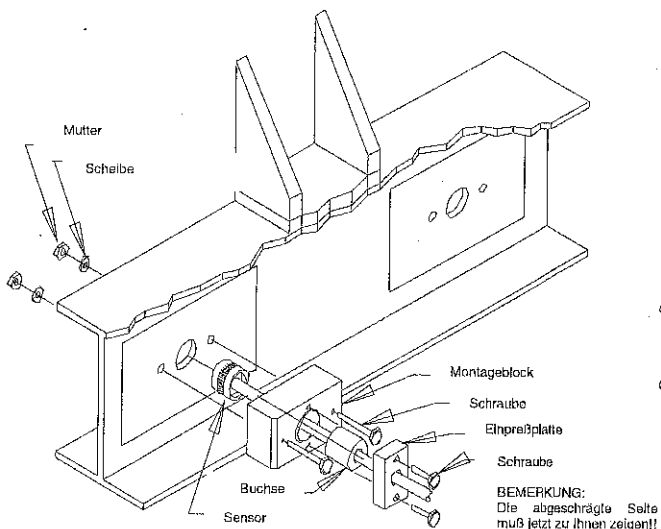

Bild 4.12
Mit dem Montageblock zur Preßpassung des Sensors in die Stütze wird die Installation des Sensors ohne Beschädigung durchgeführt (s. Abb. 4.12 und 4.13)
- 4.6.1 Der Montageblock wird mit der glatten (nicht abgeschrägten) Seite an die Stütze angelegt (s. Abb. 4.12 und 4.13).